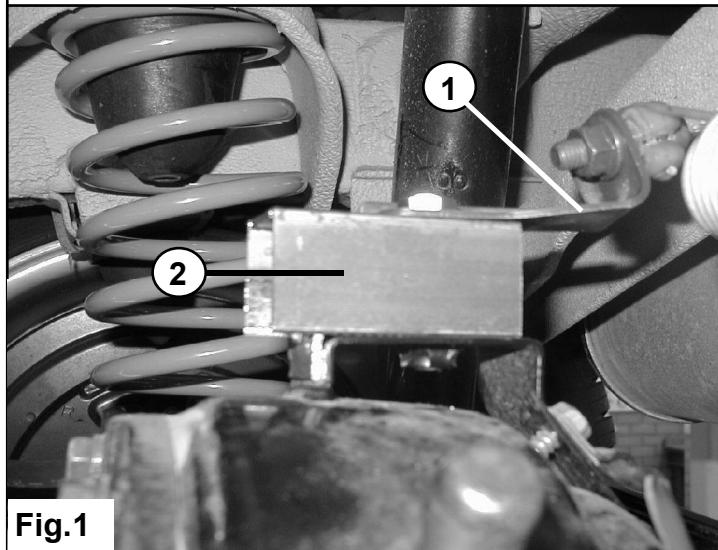

Fig.1
2. Montere de LAR steun 2 samen met beugel 1 met de bijgeleverde bout en ringen zoals aangegeven op fig.1.
2. Montieren Sie den Bügel 2 zusammen mit dem Bügel 1 mit der mitgelieferte Bolzen und Ringen. Siehe fig. 1.
2. Montera LAR-stödet 2 tillsammans med skenan 1 med bifogad bult och bifogade ringar såsom visas i fig. 1.
2. Fit the LSV bracket 2 together with bracket 1 with the supplied bolt and rings as shown at fig. 1.
2. Montez le support CFA 2 avec la patte 1 au moyen du boulon et des rondelles joints, comme indiqué à la fig. 1.
2. Monte el soporte de LAR 2 con la abrazadera 1, utilizando el tornillo y las arandelas incluidas en la entrega, según se indica en fig. 1.